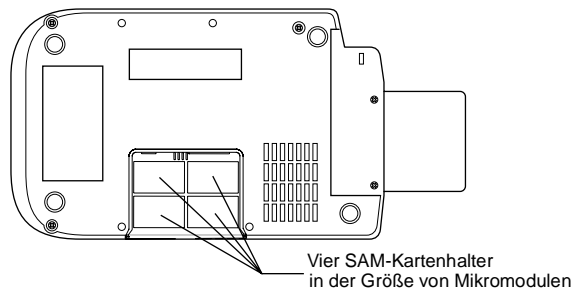

Abbildung 11 SAM-Kartenhalter (MSAM) in der Größe von Mikromodulen
5. Drehen Sie das Terminal (Abbildung 11) auf einer weichen oder sauberen Fläche um, damit Kratzer auf dem Anzeigefeld vermieden werden. Die vier MSAM-Kartenhalter sind nun besser zugänglich. Jeder Kartenhalter besteht aus einer aufklappbaren Abdeckung, die an einem Stecksockel befestigt ist.